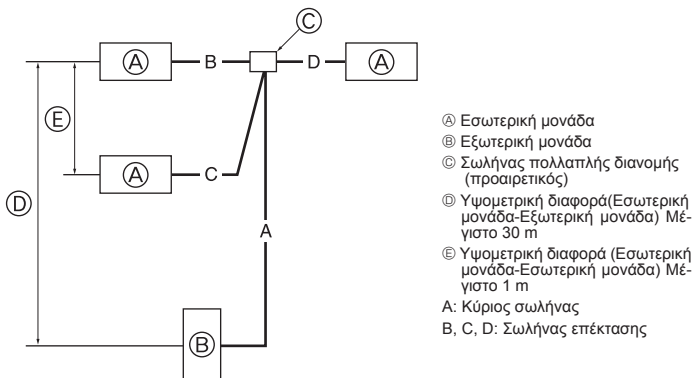

Fig. 4-7
4.8. Για διπλή/τριπλή εγκατάσταση (Fig. 4-7)